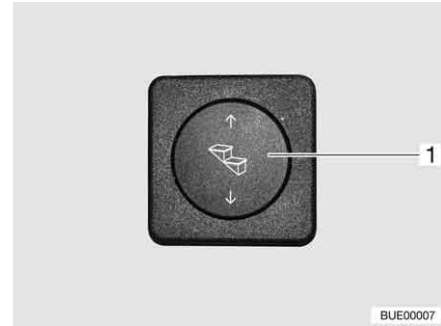

Fig. 7 Pulsador de mando escalón de entrada
- Pulsar la parte inferior del pulsador basculante (Fig. 7,1) y mantenerlo pulsado (por lo menos 3 segundos) hasta que esté completamente extraído el escalón de entrada.
- Pulsar la parte superior del pulsador basculante (Fig. 7,1) hasta que haya introducido completamente el escalón de entrada.